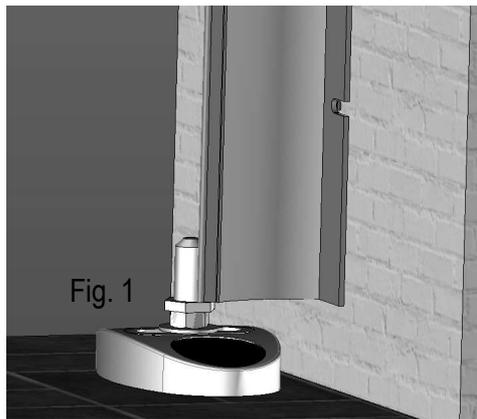

Fig. 1
2. Placer le couvre-joint de finition comme indiqué Fig1 (posé sur l'axe de la crapaudine encoches vers l'extérieur), le positionner d'aplomb, tracer l'emplacement des vis. Retourner le cache et le fixer à l'aide des tirefonds.